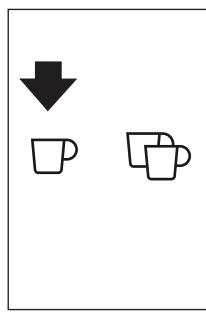

Fig. 19
- Pode preparar apenas um café de cada vez premindo o ícone  (B10) (Fig. 19).